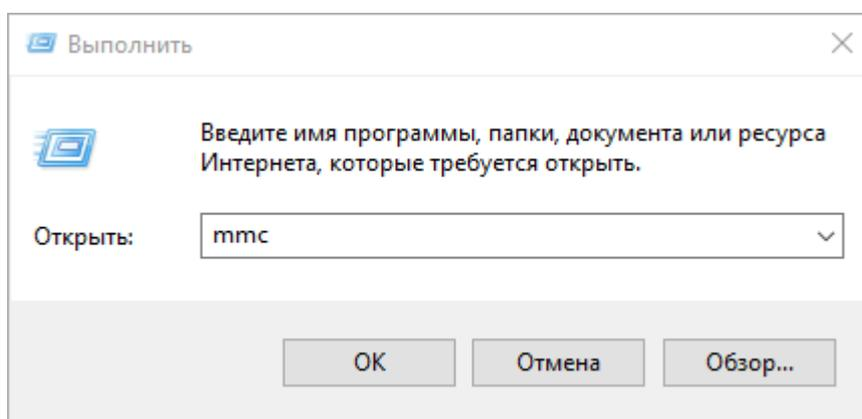

Рис. 19.3 Запуск консоли MMC
1. Запустите консоль управления MMC, для этого в командной строке необходимо ввести «mmc», рисунок 19.3